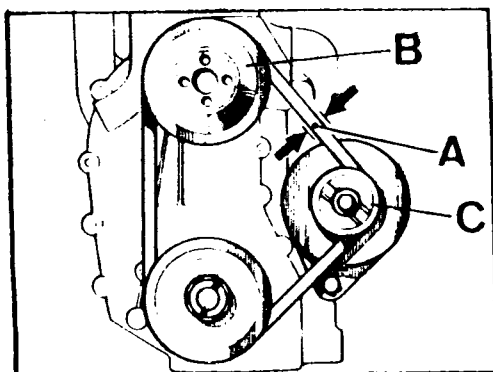

Fig. A3-18 Ajuste de la correa de accionamiento del alternador
- 2.1. Se procederá en órden inverso al desmontaje, ajustando el juego libre de la correa, A (Fig. A3-18) de 10 á 12 mm. en el centro del tramo comprendido entre la polea, B, del ventilador y la polea, C, del alternador.
- 2.3. Montar la correa de accionamiento de la bomba de agua dejándole un juego libre de 10 á 12 mm (Fig. A3-18).